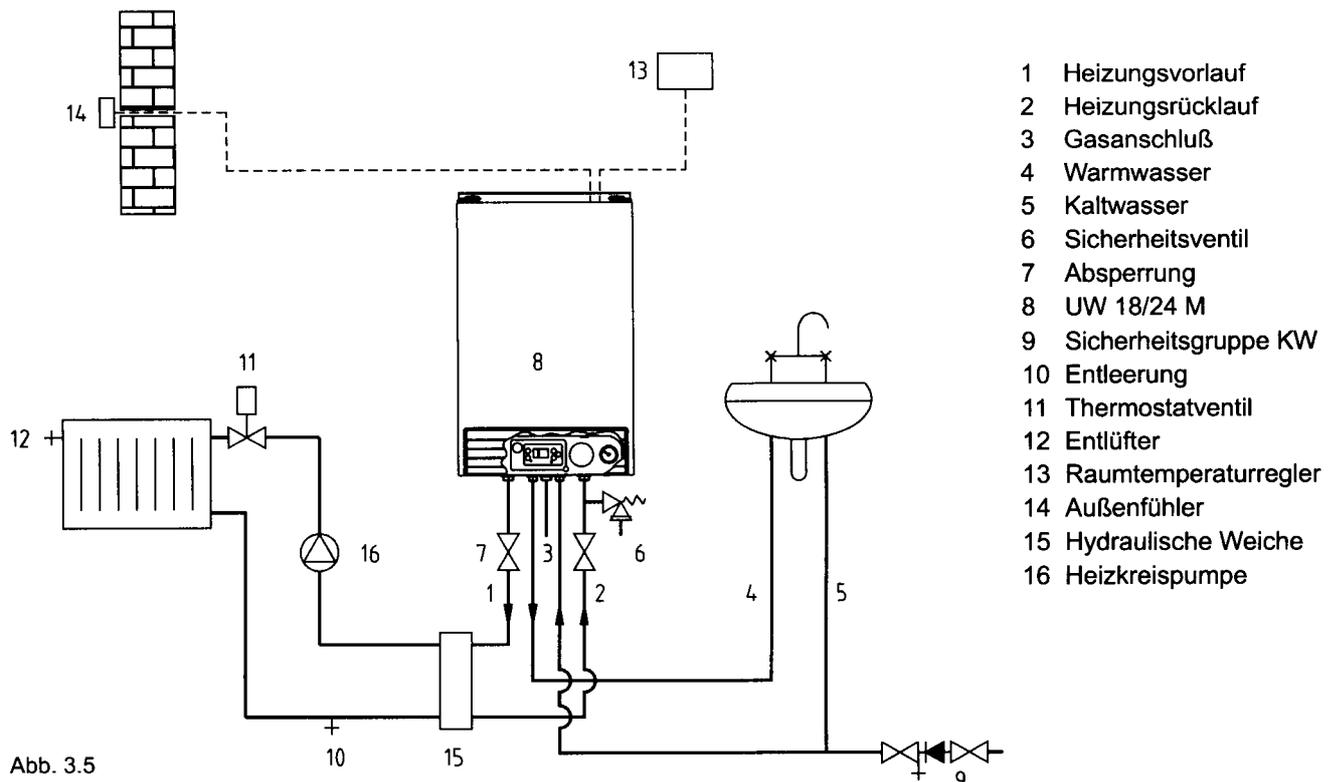

Abb. 3.5
Reicht die Pumpenrestförderhöhe nicht aus (siehe Kap. 3.5) oder werden mehrere Heizkreise angeschlossen, müssen eine **Hydraulische Weiche** (15) und eine **zweite Heizkreispumpe** (16) installiert werden (Abb. 3.5). Für den elektrischen Anschluß der zweiten Heizkreispumpe wird der Pumpenverdrahtungsbausatz benötigt. Beim Einsatz eines gemischten Heizkreises muß die Gerätepumpe durch ein Pass-Stück ersetzt werden.